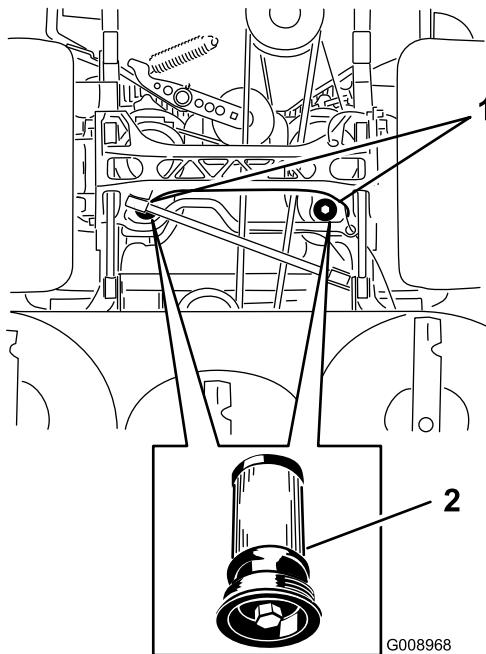

Bild 83
5. Stellen Sie eine Auffangwanne unter den Filter, nehmen Sie den alten Filter heraus und reinigen Sie die Oberfläche (Bild 83).
6. Ölen Sie die Gummidichtung am Ersatzfilter leicht mit Frischöl ein (Bild 83).